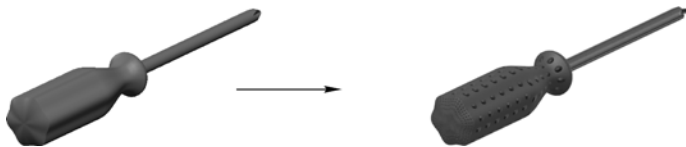

图 4-24 素材文件和渲染效果
(1) 打开本书提供的素材文件“螺丝刀（素材）.sldprt”，如图 4-24 左图所示，使用本章所学的知识为其添加外观并进行渲染，效果如图 4-24 右图所示。